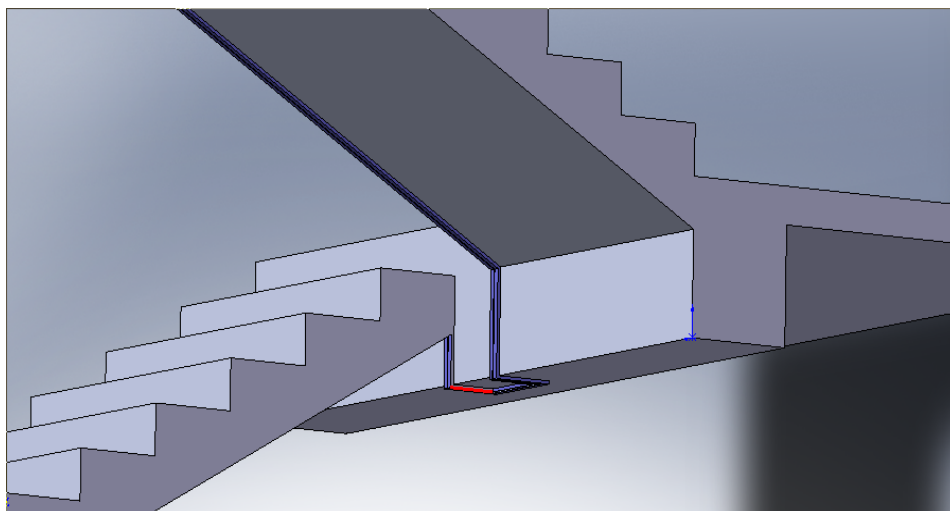
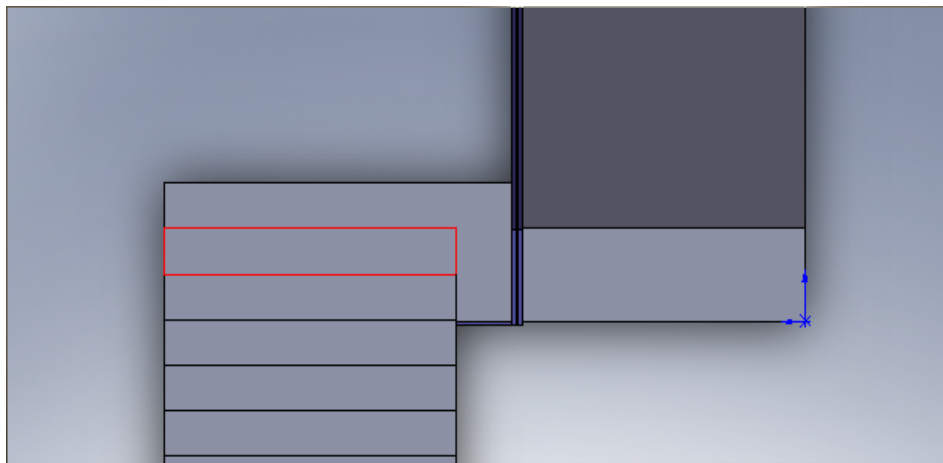
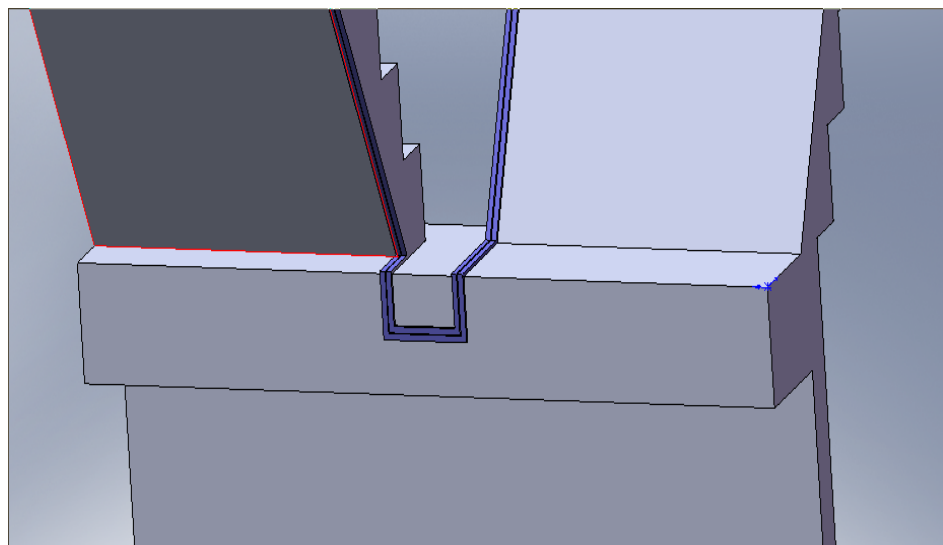

图 1
图 2
图 3
9、楼梯踏步侧面，楼梯板下设立滴水线，滴水线流水坡向对的，滴水线顺直。抹灰采用 1：2 水泥砂浆，流水坡度及滴水线距外表面为 40mm，滴水线应保证其深度及坡向对的，在滴水线中间镶嵌厘米条。如下图 1、图 2、图 3；